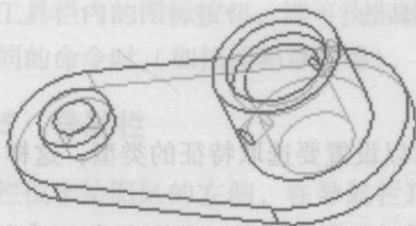

图 1-10 【隐藏线】显示方式
- (5) 【隐藏线】显示方式：以线框形式显示，显示隐藏线（虚线），如图 1-10 所示；